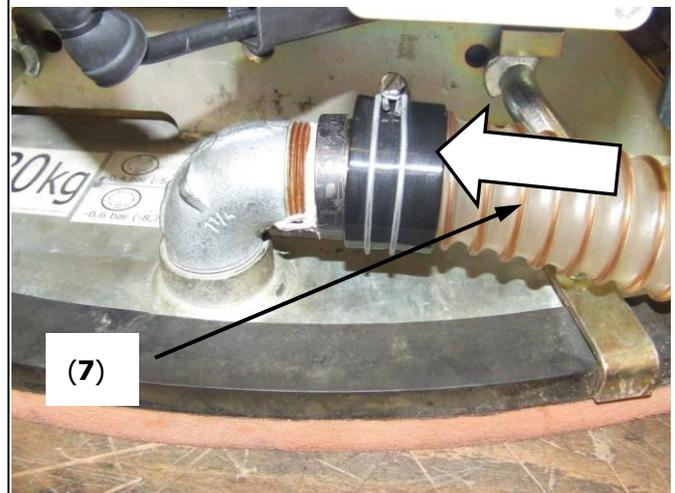

Fig. 9
- Raccorder le tuyau de vide (7) directement sur la ventouse (→ Fig. 9)